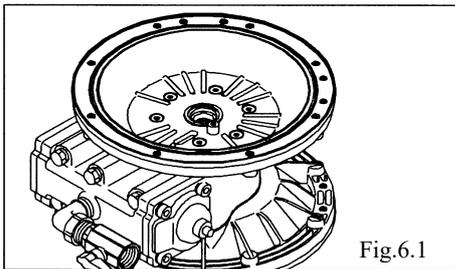

Fig.6.1
- 拆下空气室的12颗安装螺栓，取下空气室。（Fig.6.1）